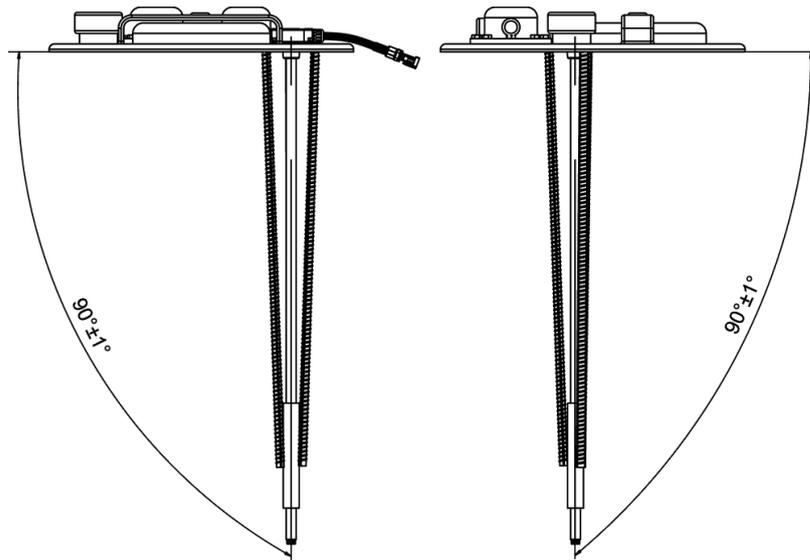
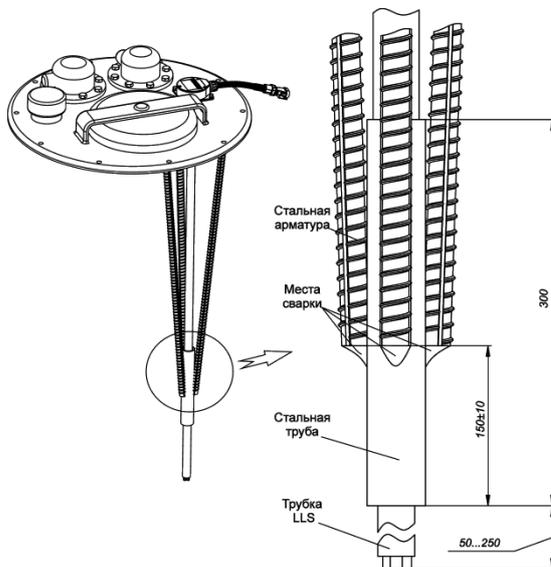
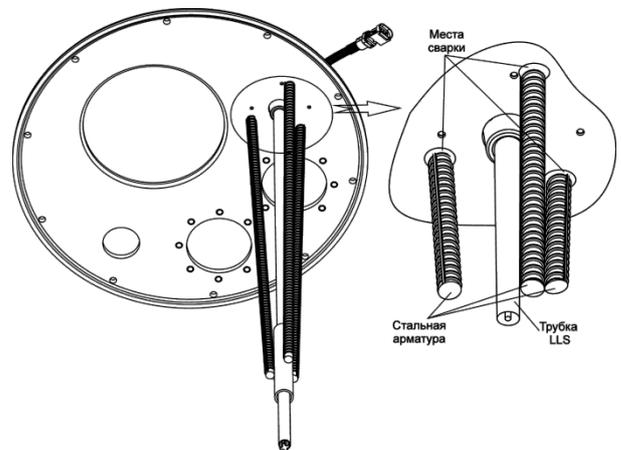

Рисунок 52
Рисунок 53
Рисунок 54
4. Произвести сварочные работы согласно рисункам (Рисунок 53, Рисунок 54), выдерживая угловые размеры, указанные на рисунке (Рисунок 52).